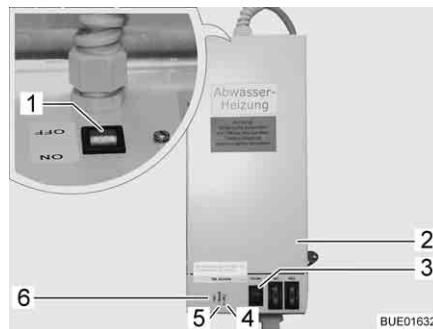

Fig. 151 Transformateur avec régulateur
Le transformateur 230 V AC/12 V DC (Fig. 151,2) est, suivant le modèle, monté dans la penderie ou dans la banquette de la dînette.
- Le voyant de contrôle (Fig. 151,5) s'allume en vert : Régulateur en marche
- Les voyants de contrôle (Fig. 151, 4 et 6) s'allument en rouge : Les conduites des eaux usées sont chauffées
Un bouton-poussoir de contrôle (Fig. 151,3) est intégré dans le boîtier, ce bouton permet d'enclencher brièvement le régulateur. En appuyant sur le bouton-poussoir de contrôle, vous pouvez tester le fonctionnement du chauffage, même si la température ambiante est supérieure à 5 °C.
- Placer l'interrupteur (Fig. 151,1) du transformateur (Fig. 151,2) sur "ON".
- Placer l'interrupteur (Fig. 151,1) du transformateur (Fig. 151,2) sur "OFF".